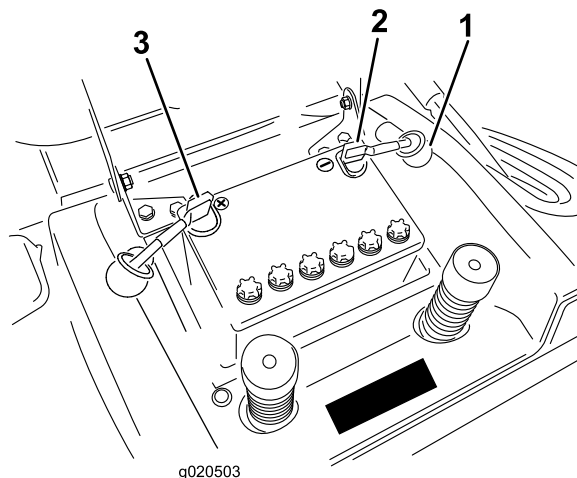

図 33
7. バッテリー端子からマイナスケーブル黒を外す図 33。
9. バッテリー端子からプラスケーブル赤を外す図 33。
1. バッテリーの端子が機体後部を向くようにして、バッテリーをシャーシに置く図 33。
3. ボルトと蝶ナットでプラス端子に赤ケーブルを固定する 図 33。ゴムカバーをかぶせる。
4. ボルトと蝶ナットでマイナス端子に黒ケーブルを固定する 図 33。ゴムカバーをかぶせる。